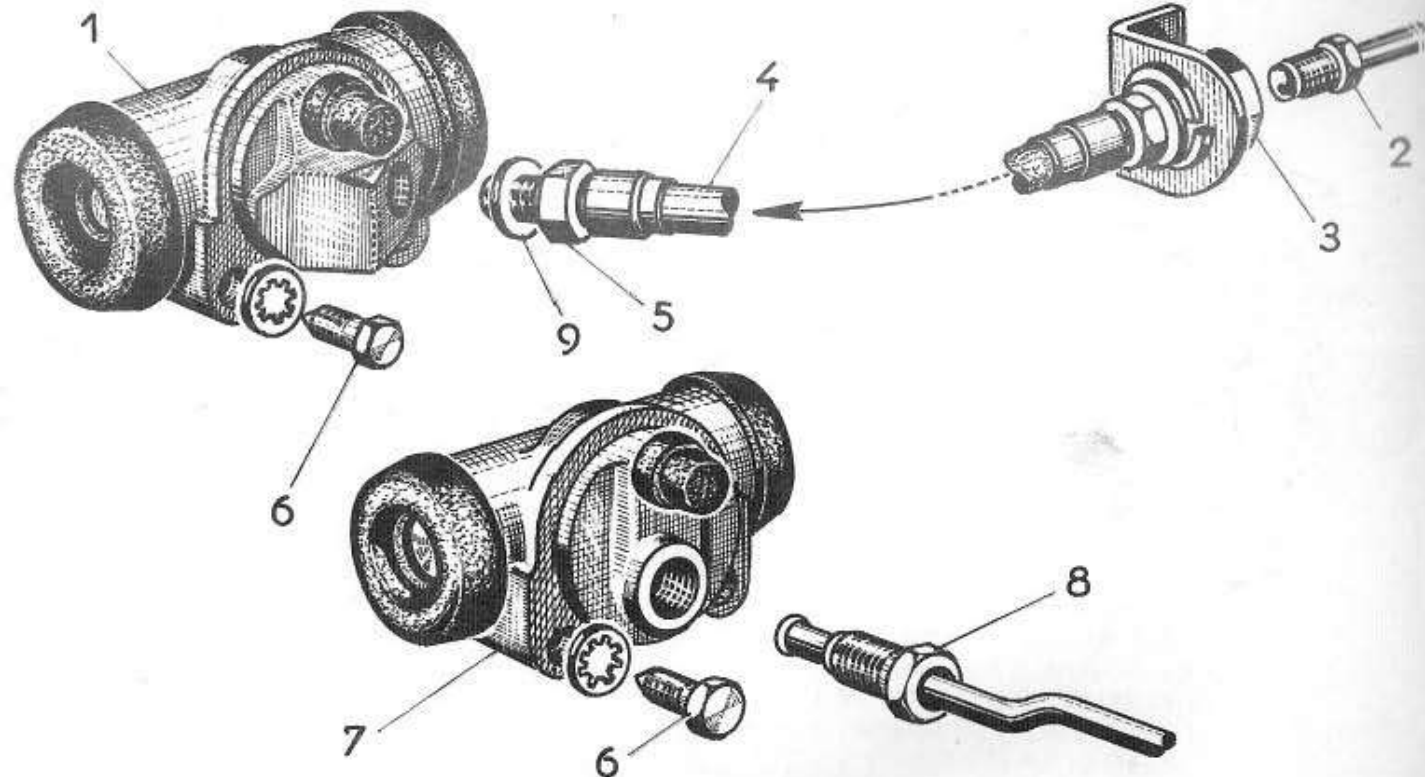

Fig. 8
511 - REMPLACEMENT d'un CYLINDRE de ROUE (Fig. 8) (cas Lockheed)
Dévisser la vis raccord (8 - Fig. 8) du tuyau rigide. Déposer les deux vis (6) et les deux rondelles à crans, dégager le cylindre de roue (7).